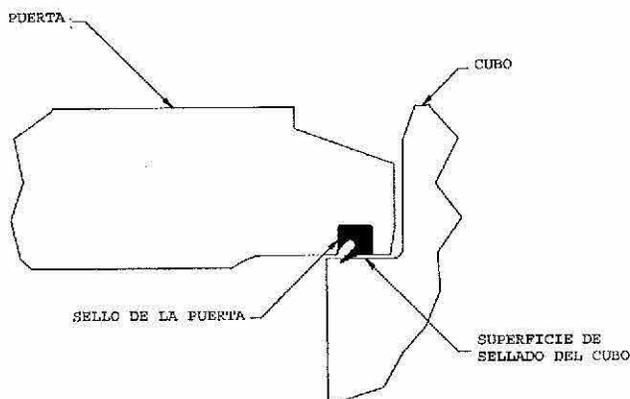

Figura 6. Se muestra el sello en la ranura.
- 3) **Instale** el sello de la puerta. Para ello, presiónelo sobre la ranura del sello en las posiciones de las agujas del reloj correspondientes a las 12, las 3, las 6 y las 9, de acuerdo con la orientación indicada en la Figura 6. El sello debe quedar distribuido de manera uniforme alrededor de cada cuadrante. Presione con firmeza los demás sectores del sello a fin de que todo el sello se asiente correctamente en la ranura.